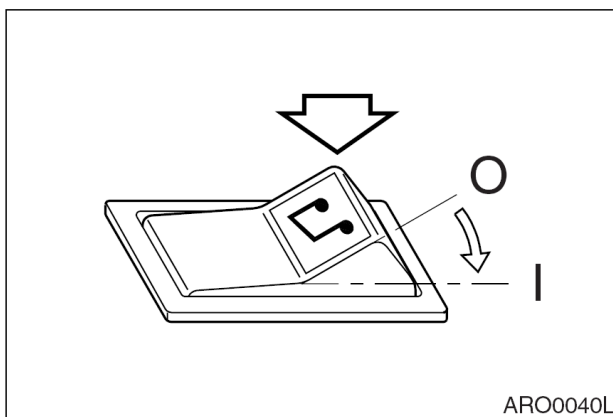

Рис. 11
- О. Если переключатель стартера или выключатель стереомагнитолы (рис. 11) находится в выключенном положении (**OFF**), стереомагнитола будет выключена, несмотря на фактическое положение «І. Кнопка включения/регулировки громкости», стр. 2-45.